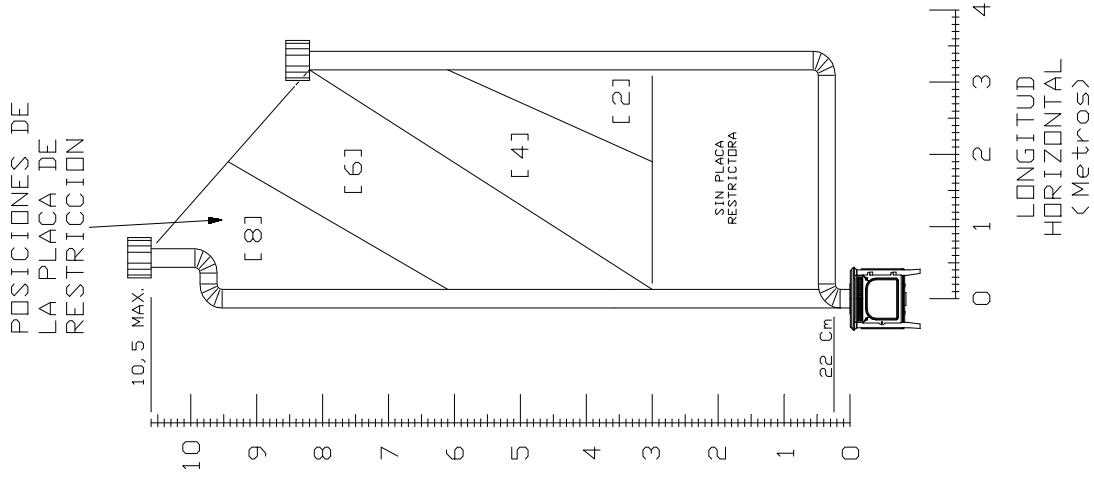

FIGURA 13b
- Desvio máximo horizontal do tubo com uma configuração de saída vertical com duas curvas de 90°, é de 3,3 metros, conforme a figura 13b.
- Figura 13b: saída vertical com uma curva de 45°, terminação vertical com duas curvas a 90°.